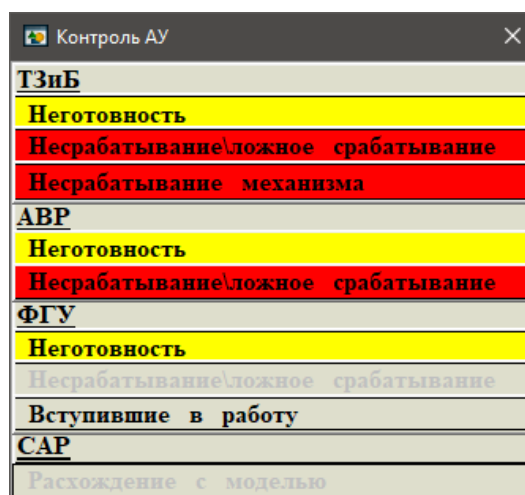

Рисунок 2.10 – Меню кнопки «АУ» на нижней панели Mexico
- 6) «АУ» - кнопка вызова меню функции «Контроль автоматического управления» (рис. 2.10);